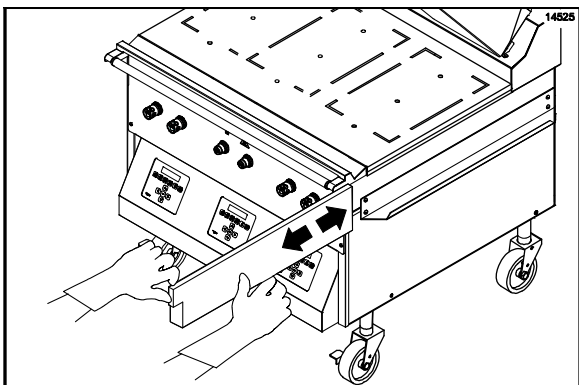

Рисунок 30
12. Снимите жируловители, опорожните их и установите назад на свое место. (См. рис. 30)